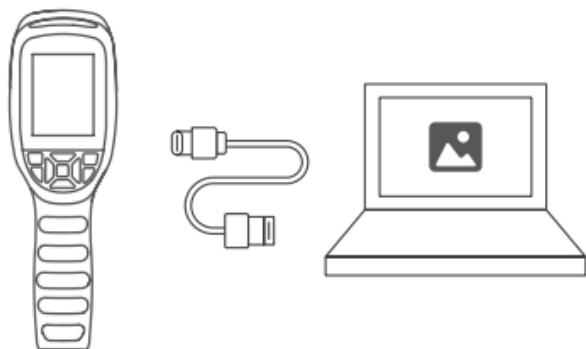

Figura 4.1.1
- 2.** Conecte o TC004 SE a seu computador com o cabo USB fornecido (veja a Figura 4.1.1).